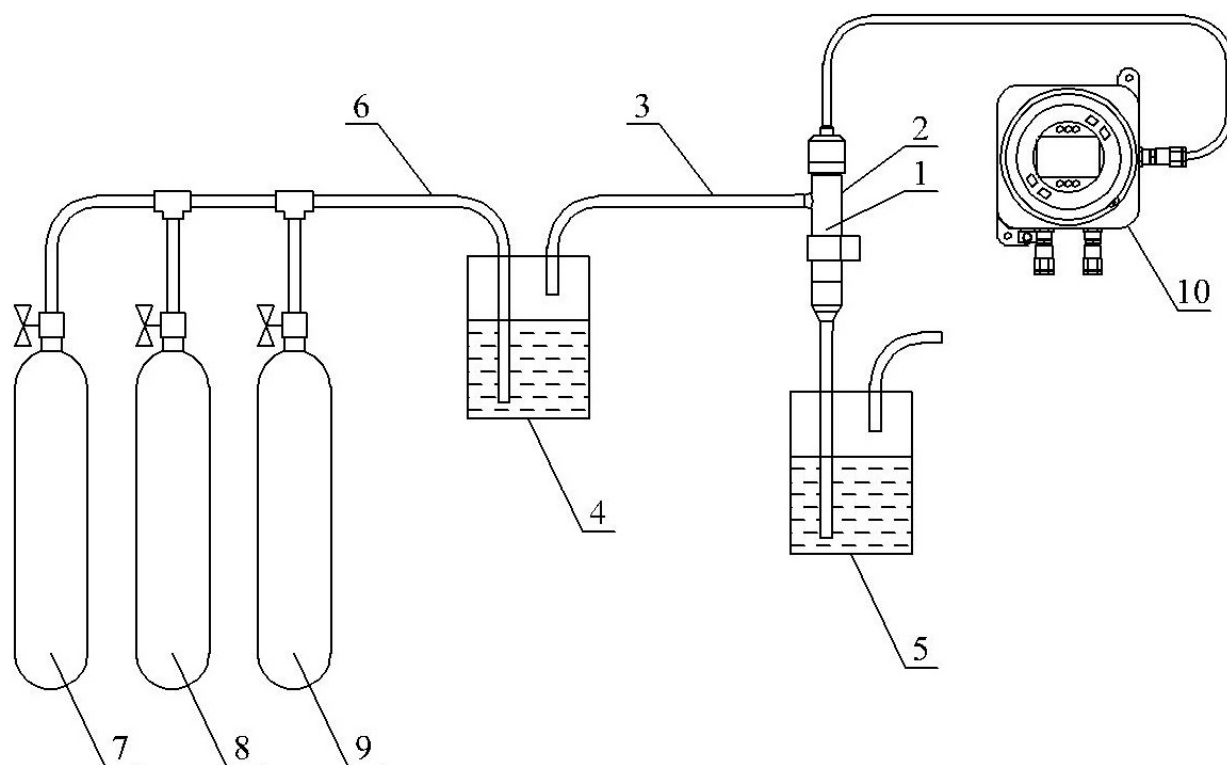

Рис.4.1. Схема установки.
Для проведения испытаний собирают установку показанную на рис. 4.1.
1. Выходную трубку измерительной камеры АСрН₂ (см. рис. 4.1) отсоединяют от увлажнителя и продувают атмосферным воздухом с помощью побудителя расхода (груша, или миникомпрессор»).
2. С помощью редуктора на одном из баллонов устанавливают расход ПГС равный 5 -10 пузырьков в минуту. После стабилизации показаний АСрН₂ в воздухе, выходную трубку подсоединяют к увлажнителю фиксируя время достижения 90% показаний от расчетной концентрации X_{ij} , вычисленной по формуле (1).